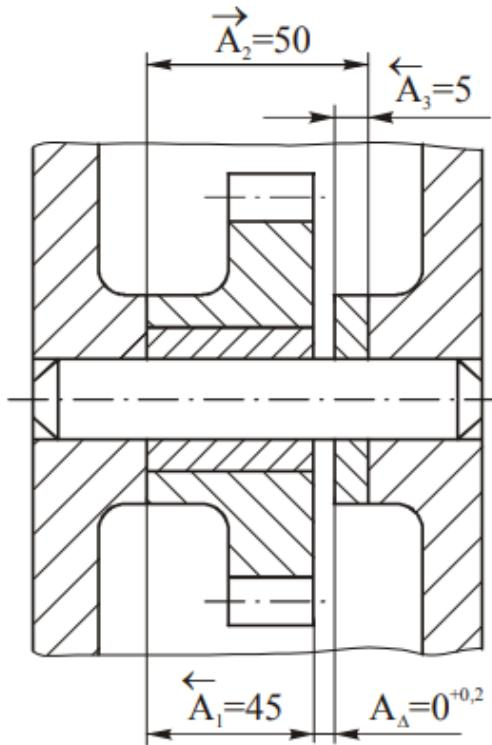

Рисунок 1 — Размерная цепь механизма
Затем найденные указанным образом допуски составляющих звеньев корректируют с учетом сложности достижения точности каждого составляющего звена. В итоге стремятся снизить затраты на изготовление изделия. Для рассматриваемого примера (рис. 1)¹⁸
1. Задаемся значениями коэффициента риска t_{Δ} и среднего квадратического отклонения λ_i . Для рассматриваемого примера (рис.1) примем, что риск $P = 1\%$, при котором $t_{\Delta}=2,57$ (табл. 7). Считая, что распределение размеров составляющих звеньев соответствует закону Гаусса, берем $\lambda_i = 1/9$.
В таблице 7 сопоставлены результаты расчетов допусков и предельных отклонений составляющих звеньев рассматриваемой размерной цепи (рис.1), выполненных методом полной и неполной взаимозаменяемости. Видно, что метод неполной взаимозаменяемости по сравнению с методом полной взаимозаменяемости позволяет даже для коротких размерных цепей значительно увеличить допуски составляющих звеньев. Экономический эффект от использования метода неполной взаимозаменяемости вместо метода полной взаимозаменяемости возрастает с уменьшением допуска замыкающего звена и увеличением числа звеньев размерной цепи.